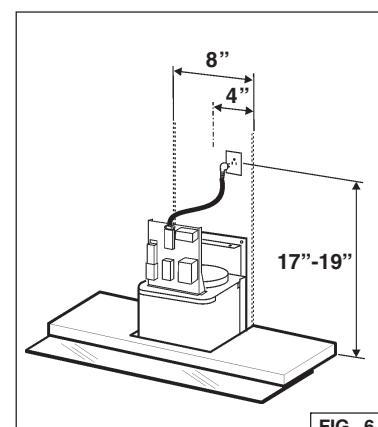

FIG. 6
2. Conecte 2 hilos más un cable de alimentación de tierra a una caja eléctrica de pared estándar de 2" x 4" y 3 palas, 125 volt, tomacorriente de puesta a tierra de 15 Am. Fig. 6.